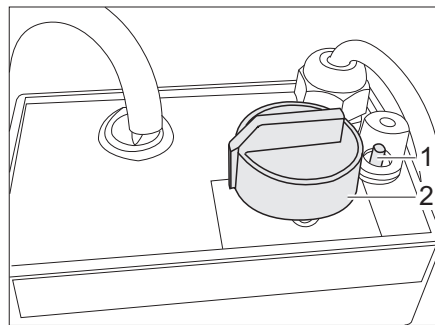

Bild 114 Regler für elektrische Fußbodenerwärmung
- Den Drehregler (Bild 114,2) auf die gewünschte Heizstufe drehen.
- Den Drehregler (Bild 114,2) auf Stellung "0" drehen.
Wenn der Regler überlastet wird, spricht der Überlastungsschutz an. Der Stift (Bild 114,1) springt heraus.
- Den Stift (Bild 114,1) am Überlastungsschutz eindrücken, wenn der Regler abgekühlt ist.